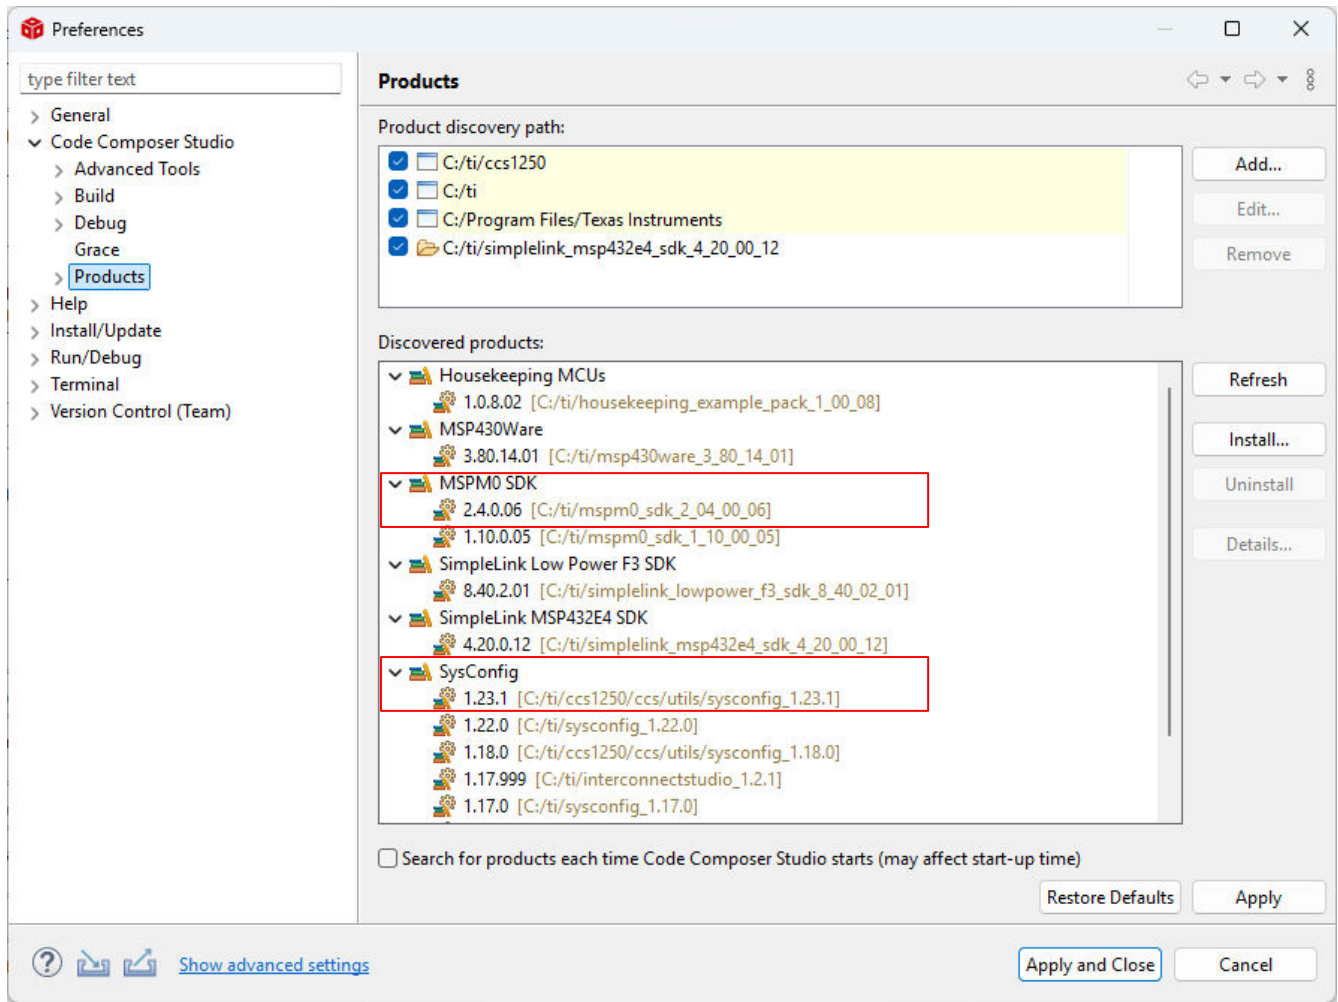

图 3-2. MSPM0 SDK 安装验证
- b. 请确保在 *Discovered products* 下方显示有 *MSPM0 SDK* 和 *SysConfig*（*SysConfig* 会在您安装 **MSPM0 32-bit Arm Cortex-M0+ General Purpose MCUs** 时自动安装），如图 3-2 中所示。如果未显示 *MSPM0 SDK* 或 *SysConfig*，请选择 *Preference* 窗口右侧的 *Refresh*。如果 *MSPM0 SDK* 或 *SysConfig* 仍然不可用，请检查安装是否正确。*SysConfig* 的独立桌面版本可在 SYSCONFIG 系统配置工具 中找到。